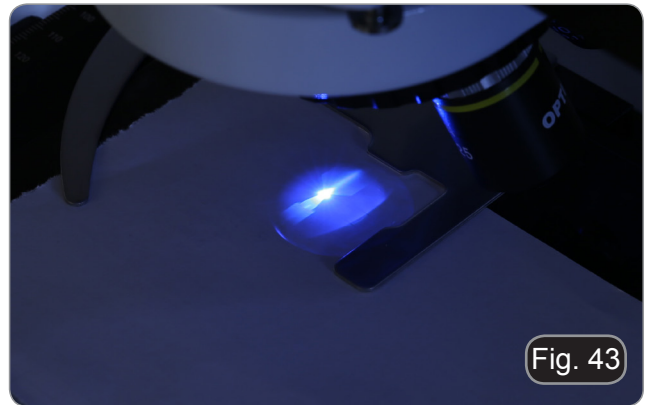

Fig. 43
5. Mit der Fokussierschraube der Kollektorlinse ② auf das Bild des auf das Papier projizierten Bogens bringen. Der Lichtfleck sollte so scharf und definiert wie möglich sein. (Fig. 43)